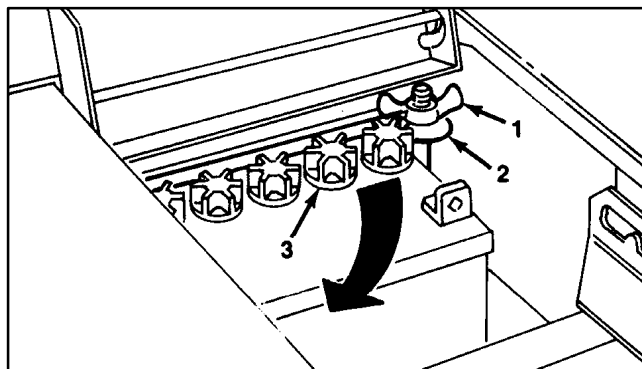

Figure 7
2. Retirer l'écrou papillon retenant les boulons de fixation au châssis de la machine (Fig. 7).